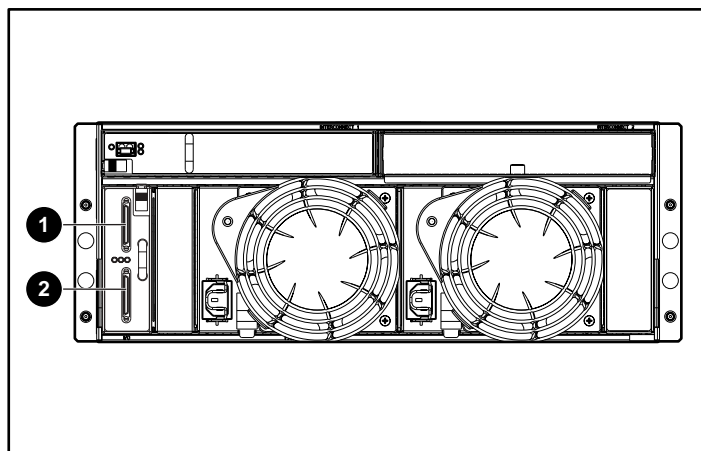

Figura 31: Connettori SCSI di espansione del sistema MSA1000
4. Collegare i cavi SCSI ai connettori SCSI di espansione del sistema MSA1000. Vedere la Figura 31 per l'illustrazione dei connettori SCSI.
Vedere la Figura 31 per l'illustrazione dei connettori SCSI.